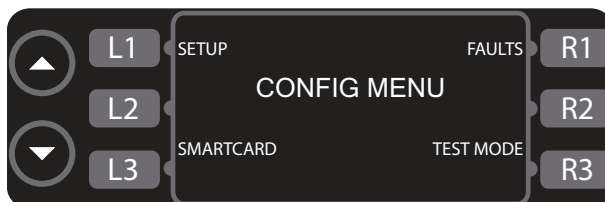
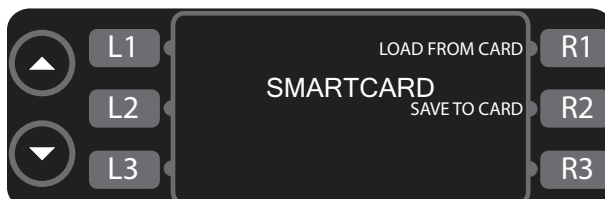

Abbildung 11: Konfig-Modus
Abbildung 12: Anzeige SMART CARD (Smartkarte)
Der Modus CONFIG MENU (Konfiguration, Abbildung 11) hat vier Hauptzwecke:
1. Drücken Sie L3 (Abbildung 11), um die Anzeige SMART CARD (Smartkarte) aufzurufen (Abbildung 12).
- Drücken Sie R1, um ein Menü von der Smartkarte in den Ofen zu laden (Abbildung 12).
- Drücken Sie R2, um ein Menü aus dem Ofen auf der Smartkarte zu speichern (Abbildung 12).
Drücken Sie vom Modus CONFIG (Konfiguration, Abbildung 11) aus R1, um die Anzeige FAULT COUNTS (Fehleranzahl, Abbildung 15) aufzurufen. Der Ofen zeigt die Anzahl der aufgetretenen Fehler an.
Drücken Sie vom Modus CONFIG (Konfiguration, Abbildung 11) aus L1, um den Modus SETUP aufzurufen. Im Modus SETUP kann der Benutzer mehrere Ofeneinstellungen anpassen - weitere Details finden Sie unten.